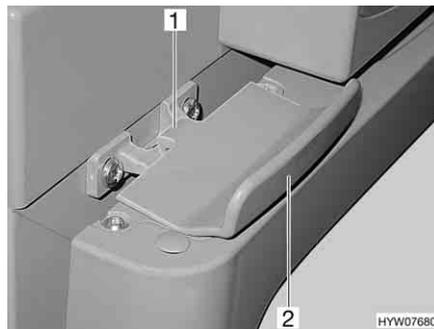

Fig. 177 Bloqueo de la puerta del frigorífico, cerrado (Thetford)
- Abrir la puerta del frigorífico con el tirador (Fig. 177,2). El bloqueo (Fig. 177,1) se abre automáticamente.